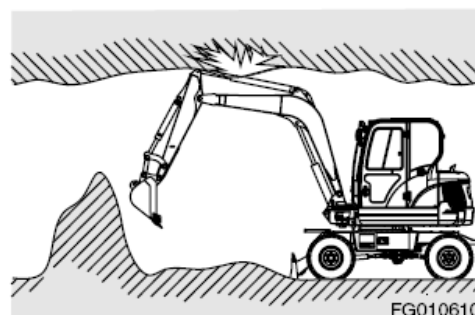

Figura 59
13. Si la excavación se está efectuando en un subterráneo o una construcción, asegúrese de que exista la suficiente separación entre el accesorio frontal de la máquina y el techo, y una ventilación adecuada. Consulte Figura 59.